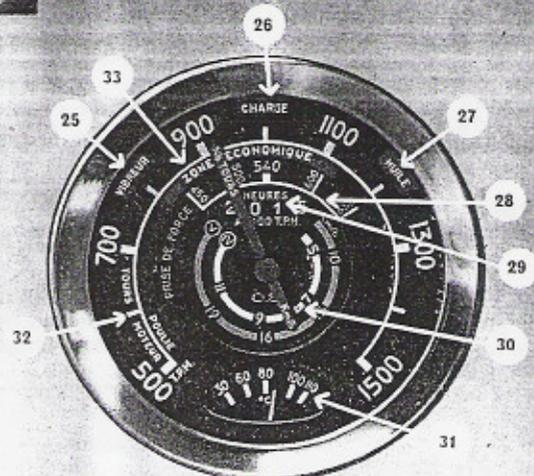

Fig. 3
- Le contrôle facile et précis du fonctionnement des organes essentiels par le "VISAMATIC" (voir fig. 3, p. 4) ;